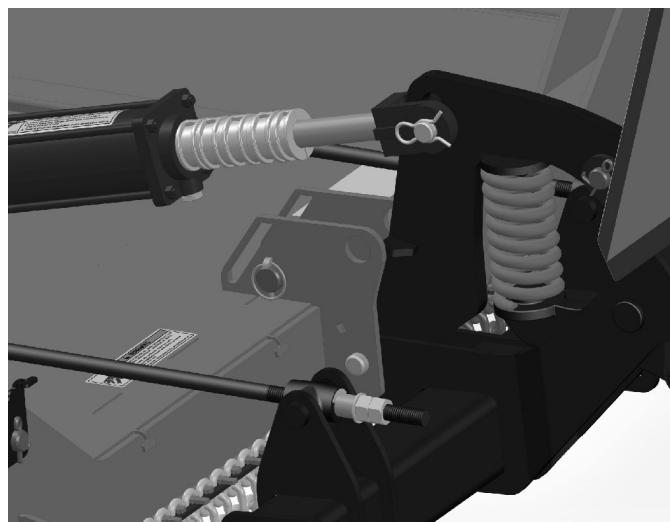

Figura 4. Pino de bloqueio de transporte na posição de operação
4. Para abaixar a cortadora para operação, estenda o cilindro hidráulico para erguer a mesma. Desloque o pino de bloqueio da posição de bloqueio para a posição de armazenamento (figura 4).